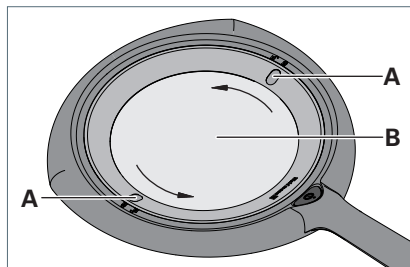

Fig. 5: Enlever la lentille.
- Tournez l'anneau avec les creux **A** dans le sens inverse des aiguilles d'une montre jusqu'aux deux symboles de déverrouillage, voir Fig. 5.